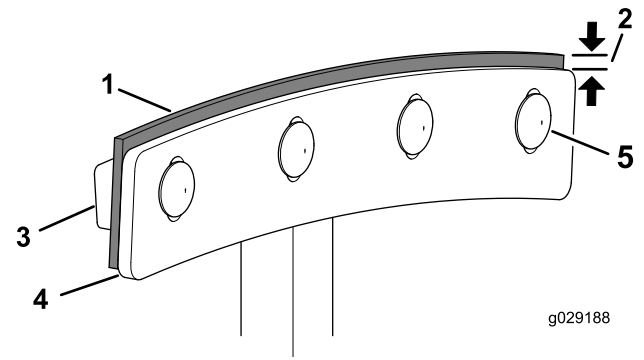

Figura 72
4. Afloje los pernos de cabeza redonda y las contratuerzas prensadas que sujetan la hoja de la paleta y la escobilla a la paleta (Figura 72).